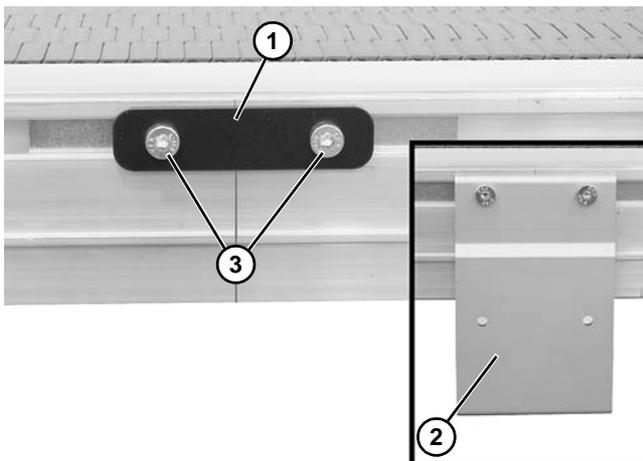

Figure 6
2. Joindre les sections du convoyeur et installer les plaques de connexion (**Figure 6, élément 1**) ou les supports de montage et de connexion (**Figure 6, élément 2**) et les vis (**Figure 6, élément 3**) des deux côtés comme illustré.
3. Serrer la vis (**Figure 6, élément 3**) au couple de 7 N.m des deux côtés du convoyeur.